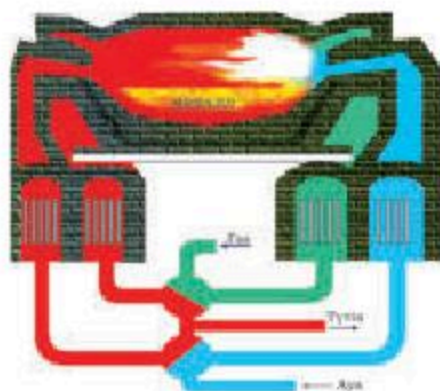

Рис. 67. Мартеновская печь
2. Мартеновский способ. Мартеновский же процесс допускает значительный процент металлолома в загрузке печи, и реакции в нем протекают достаточно медленно (до 14 часов), чтобы можно было успеть выполнить анализ в процессе плавки и провести коррекцию состава до выпуска металла. В мартеновском способе используется помимо теплоты химических реакций, еще и теплота горения топлива (рис. 67).